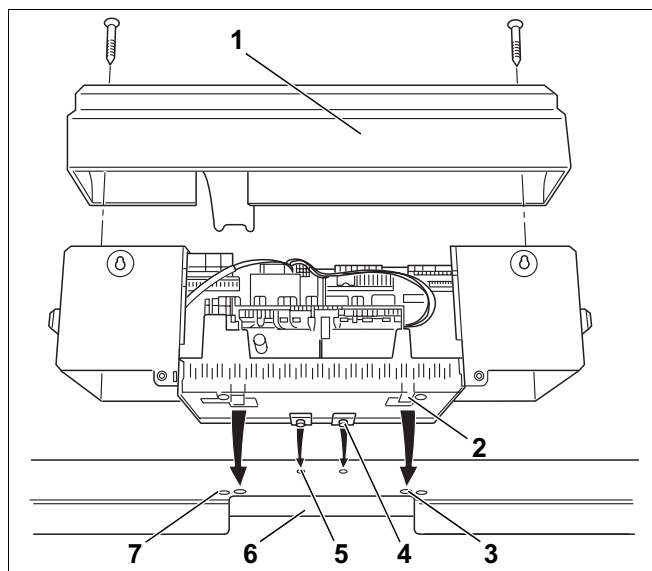

Fig. 48
I fig. 48 er kontrollpanelet og det fremre dekselet „A“ vist bakfra.
- Løsne de to skruene i klemmedekselet (fig. 48, **pos. 1**). Ta klemmedekselet opp og fjern det.
- Sett på kontrollpanelet. Sett kontrollpanelets inn-skyvningshaker (fig. 48, **pos. 4**) forfra inn i de ovale boringene i det fremre kjeldekslet (fig. 48, **pos. 5**). Trekk kontrollpanelet fremover og vipp det deretter bakover. De elastiske hakene (fig. 48, **pos. 2**) må gå i inngrep bak i de firkantede åpningene i den fremre topplaten (fig. 48, **pos. 3**).
- Skru fast kontrollpanelets sokkel på høyre og venstre side av kabelgjennomgangen (fig. 48, **pos. 6**) på det fremre kjeldekslet ved hjelp av to metallskruer (fig. 48, **pos. 7**).
- Skru klemmedekselet (fig. 48, **pos. 1**) fast til kontrollpanelets sokkel igjen.